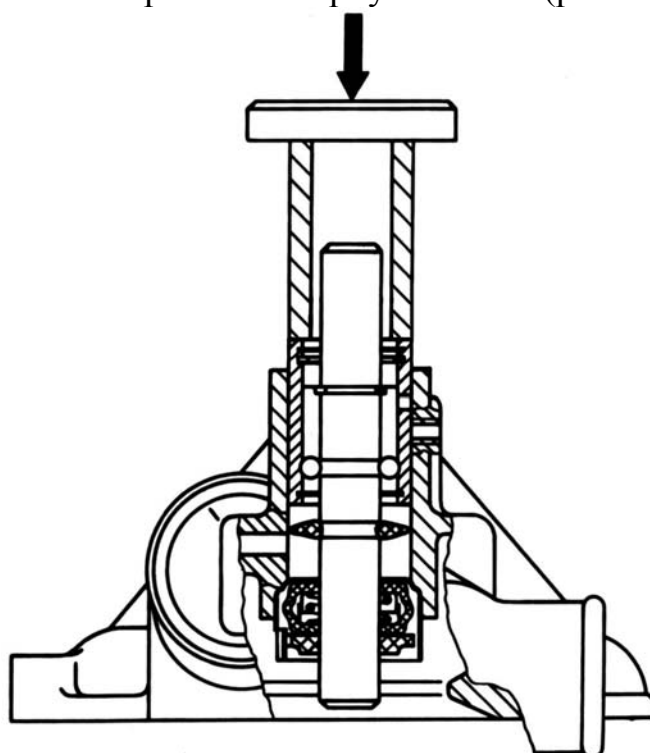

Рис. 3.1.57. Запрессовка подшипника с валиком насоса
– запрессовать подшипник с валиком в сборе в корпус так, чтобы гнездо под фиксатор совпало с отверстием в корпусе насоса (рис. 3.1.57);